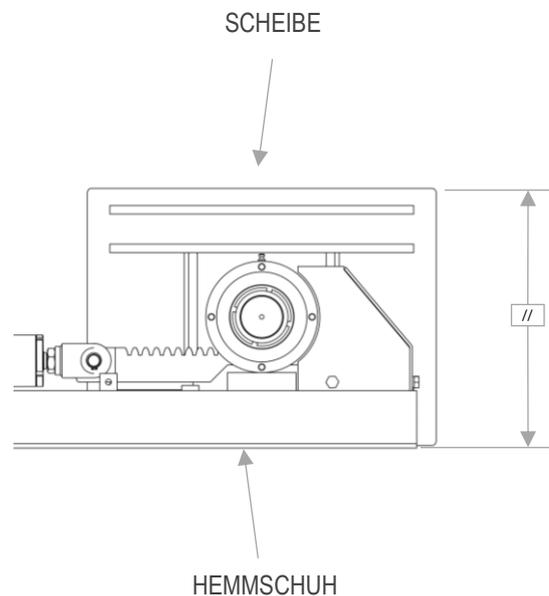

Abbildung 23
7. Wenn die Scheibe parallel zum Hemmschuh liegt und die beiden linken und rechten Scheiben ebenfalls zueinander ausgerichtet sind, ist die Phasierung korrekt (siehe Abbildung 23)
8. Liegt die Scheibe nicht parallel zum Hemmschuh (siehe Abbildung 23) oder die beiden Scheiben nicht aufeinander ausgerichtet sind, die Gabelposition einstellen, indem man sie ein- oder ausschraubt und die Scheibe im oder gegen den Uhrzeigersinn dreht, um sie in die richtige Position zu bringen (Phasierung).